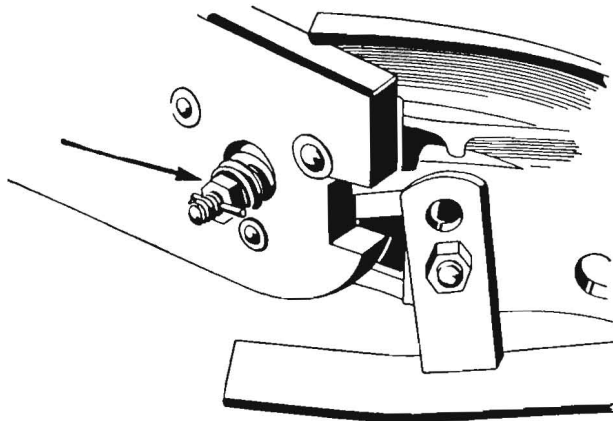

Bild 16
Das Schwadbrett wird an den Außenschuh (S) mit Schraube, Feder, Mutter und Splint befestigt. (Bild 16)